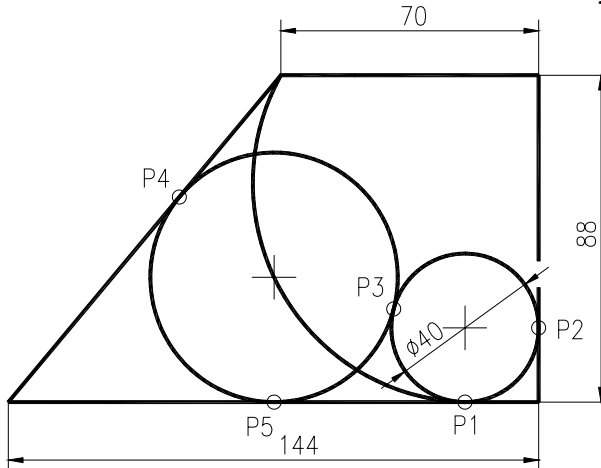

Fig. U4.10
- 2.** Realizați desenul din Fig. U4.10 utilizând comenzile de desenare *LINE*, *CIRCLE* (opțiunile *Ttr*, *3P*) și *ARC* cu modurile OSNAP necesare. În punctele de tangență indicate – *P1...P5*, plasați puncte (comanda *POINT*) de forma indicată pe desen (comanda *DDPTYPE* sau din meniul derulant *Format > Point style*).